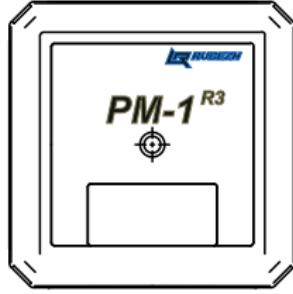

Рисунок 1
- а) открыть крышку (рисунок 1), нажав на защелки замков;